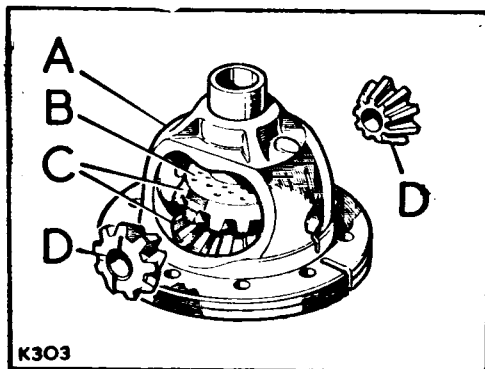

Fig. E1-56.- Conjunto de diferencial.
- 6.01.- Montar una arandela de fibra en la parte posterior de cada planetario y situarlos en posición sobre la caja del diferencial. (Fig. E1-56).